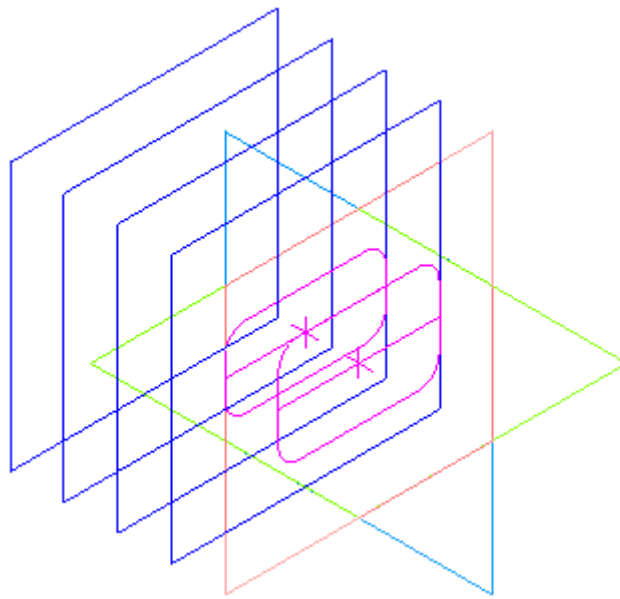

Рисунок 17
- Закройте эскиз. В окне модели появится его изображение (рис. 17.).